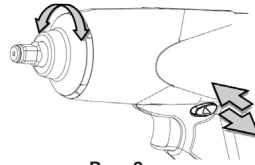

Рис. 2
4. Для обратного хода устройства (см. рис. 2) используйте рычаг переключения прямого/обратного хода на приводном блоке. Направления вращения также указаны на лицевой стороне рукоятки.